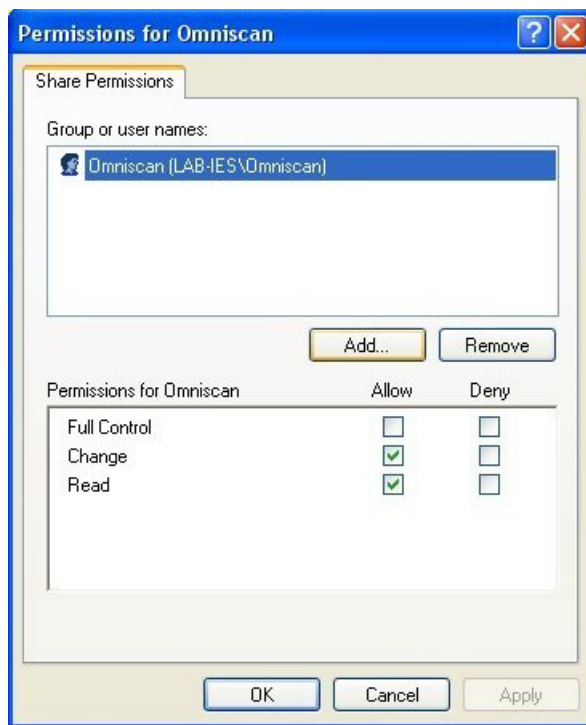

Рис. 7-17 Окно Разрешения для Omniscan (Windows XP)
11. Вернувшись в окно **Permissions for Omnicar** (Разрешения для Omnicar), выберите **Change** (Изменить) и **Read** (Чтение) в колонке **Allow** (Разрешить) и щелкните **ОК** (см. Рис. 7-17 на стр. 218).